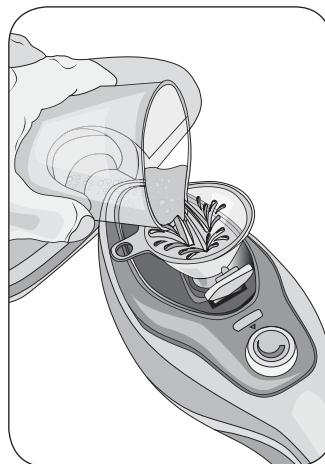

Fig. 6
Retirer le bouchon du réservoir (B). Remplir le réservoir d'eau avec 350 ml d'eau froide plate (Fig. 6). Utiliser l'entonnoir (O) et le doseur (N) fournis: 350 ml correspondent à une dose et demi. Refermer le réservoir.